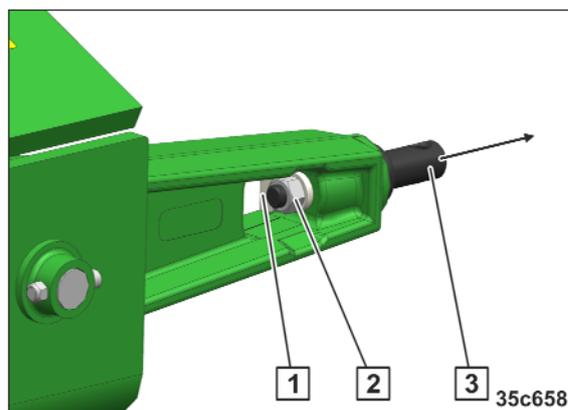

Рис. 113
1. Ослабьте и снимите гайку (Рис. 113/2).
2. Снимите стопорную шайбу (Рис. 113/1).
3. Снимите цапфу нижней тяги (Рис. 113/3).